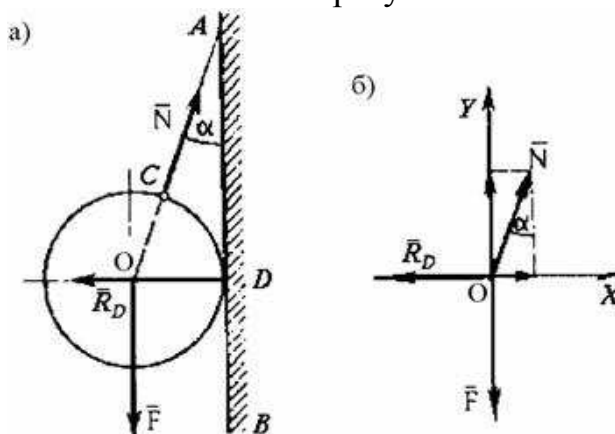

Рисунок 2. а - Исходная схема,
К вертикальной стене АВ на тросе АС подвешен шар с центром О (рис. 2, а) и весом $F = 120$ Н. Трос составляет со стеной угол $\alpha = 30^\circ$. Определить реакции N натяжения троса и давления шара в точке D стены АВ.
3. Выбираем систему координат, приняв точку О за начало координат, перенесем в эту точку силы F , N и R_D параллельно самим себе и спроецируем силы на оси X и Y (рис. 2, б).